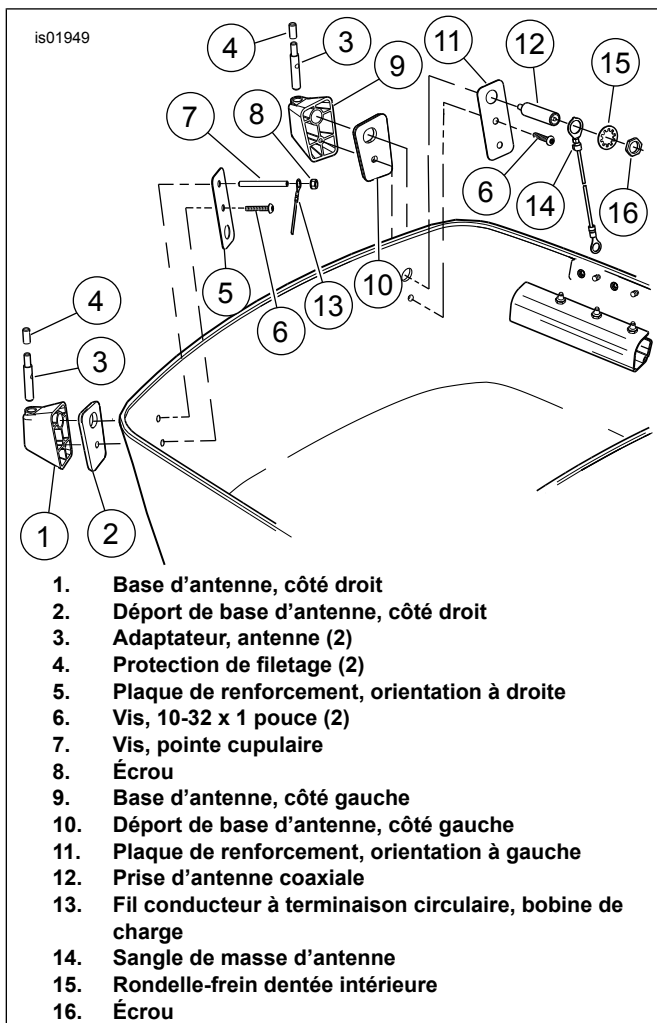

Figure 2. Installation de la base d'antenne
- Voir la Figure 2 pour les étapes 5 à 11.
5. Prendre la base d'antenne de droite (1), un adaptateur d'antenne (3) et la vis à pointe cupulaire (7). Introduire l'adaptateur dans la base comme indiqué. Tourner l'adaptateur jusqu'à ce que le trou fileté de l'adaptateur soit aligné avec le trou dans la base, puis visser le goujon dans le trou fileté. Tourner à la main jusqu'à ce que le goujon soit serré.
6. Placer le déport de base d'antenne de droite (2) sur la vis à pointe cupulaire, puis installer la base d'antenne de droite assemblée sur le Tour-Pak. Installer la plaque de renforcement (5) orientée comme indiqué sur le goujon, puis attacher la base d'antenne avec la vis (6). Serrer la vis à un couple de 1,7 N·m (15 in-lbs).
7. Installer le fil conducteur à terminaison circulaire de la bobine de charge (13) sur la vis à pointe cupulaire (7) et attacher avec l'écrou (8). Serrer l'écrou à un couple de 0,7 N·m (6 in-lbs).
8. Prendre la base d'antenne de gauche (9), un adaptateur d'antenne (3) et la prise d'antenne coaxiale (12). Introduire l'adaptateur dans la base comme indiqué. Tourner l'adaptateur jusqu'à ce que le trou fileté de l'adaptateur soit aligné avec le trou dans la base, puis visser la prise coaxiale dans le trou fileté. Tourner à la main jusqu'à ce que la prise coaxiale soit serrée.
9. Placer le déport de base d'antenne de gauche (10) sur la prise coaxiale, puis installer la base d'antenne de gauche assemblée sur le Tour-Pak. Installer la plaque de renforcement (11) orientée comme indiqué sur la prise coaxiale, puis attacher la base d'antenne avec la vis (6). Serrer la vis à un couple de 1,7 N·m (15 in-lbs).
10. Installer l'anneau de grand diamètre de la sangle de masse (14) sur la prise coaxiale et attacher avec la rondelle-frein dentée intérieure (15) et l'écrou (16). Serrer l'écrou à un couple de 1,1 N·m (10 in-lbs).
11. Installer une protection de filetage (4) sur chacun des deux adaptateurs d'antenne (3). Si l'antenne est repositionnée sur le Tour-Pak, la protection de filetage doit être retirée de l'adaptateur de droite.